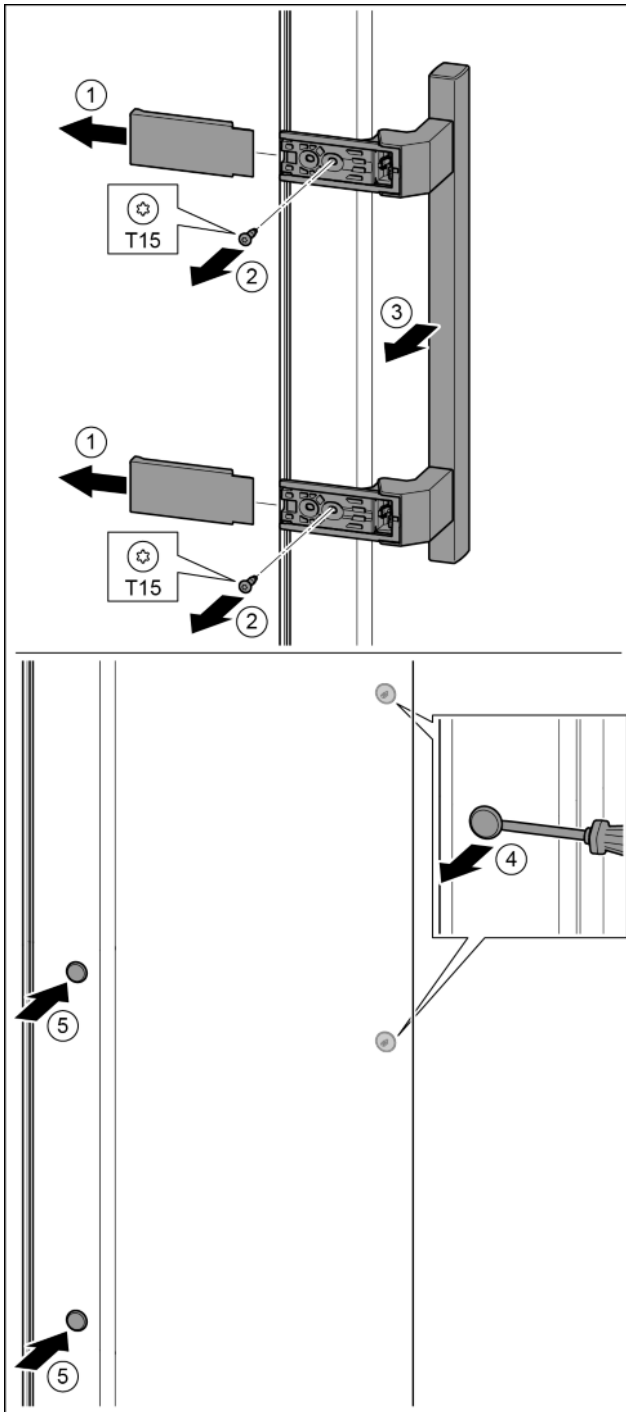

Fig. 36
- ▶ Afdekking eraf trekken. *Fig. 36 (1)*
- ▶ Schroeven met schroevendraaier T15 eruit draaien. *Fig. 36 (2)*
- ▶ Greep eraf halen. *Fig. 36 (3)*
- ▶ Zijdelingse stop voorzichtig met een sleufschroevendraaier optillen en eruit trekken. *Fig. 36 (4)*
- ▶ Stop op de andere kant weer aanbrengen. *Fig. 36 (5)*